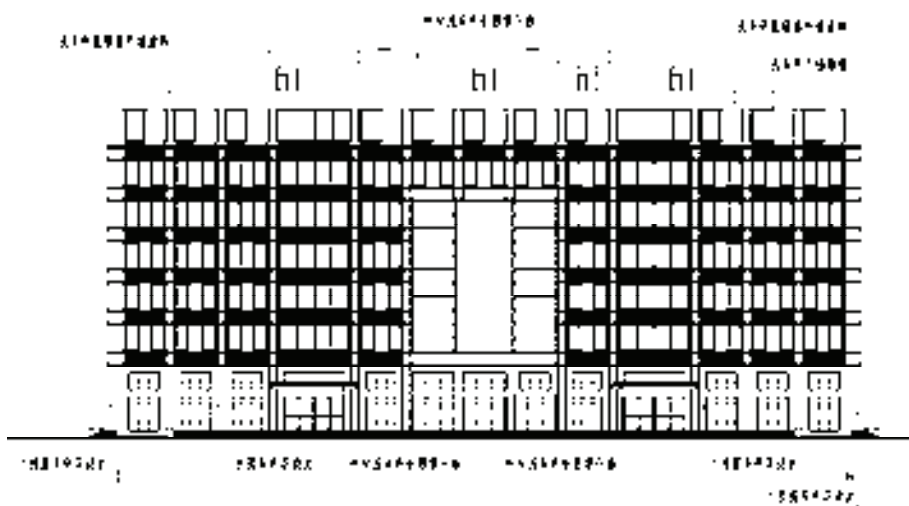

图 15-159 标注结果
- 2) 重复上述操作，继续添加材料标注，结果如图 15-159 所示。